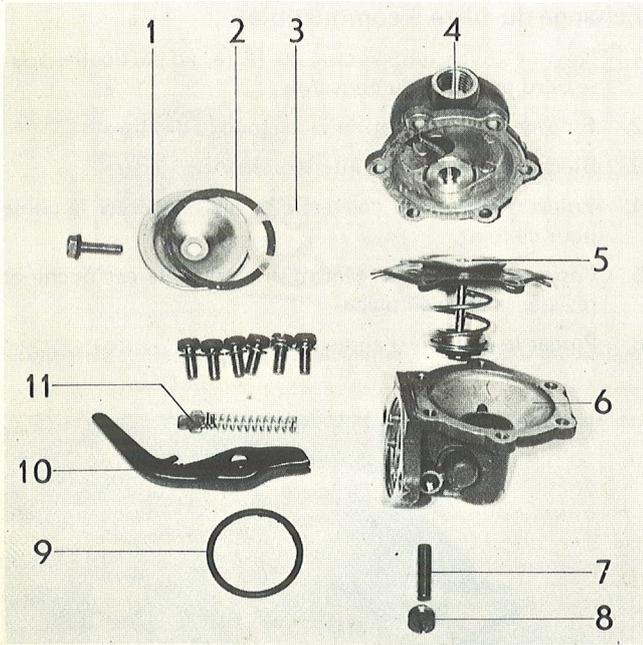
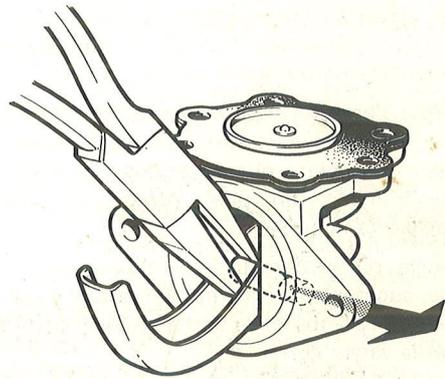

Figure 46. Pompe d'alimentation
Figure 47. Démontage du levier
2. Retirer le ressort de rappel (11, figure 46) et la vis (8). Extraire l'axe du levier en se servant d'une pince pointue, voir figure 47. Retirer le levier et la membrane.
Démontez le couvercle (1, figure 46). Retirer la crépine (3) et la nettoyer à l'air comprimé. Contrôler le joint (2) avant le montage. Le remplacer en cas de nécessité par un joint neuf.